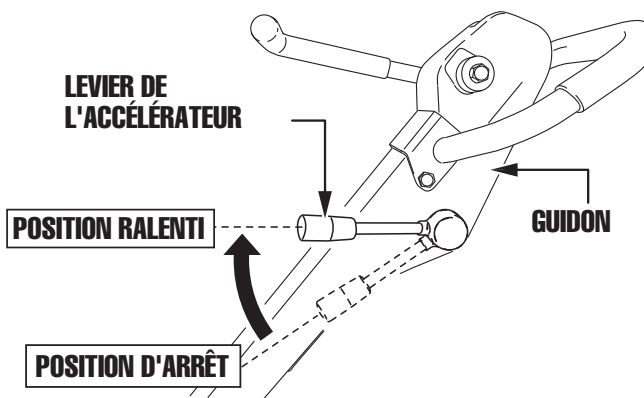

Figure 42. Levier de l'accélérateur (RALENTI)
2. Déplacer le levier de l'accélérateur en position **RALENTI** (Figure 42).